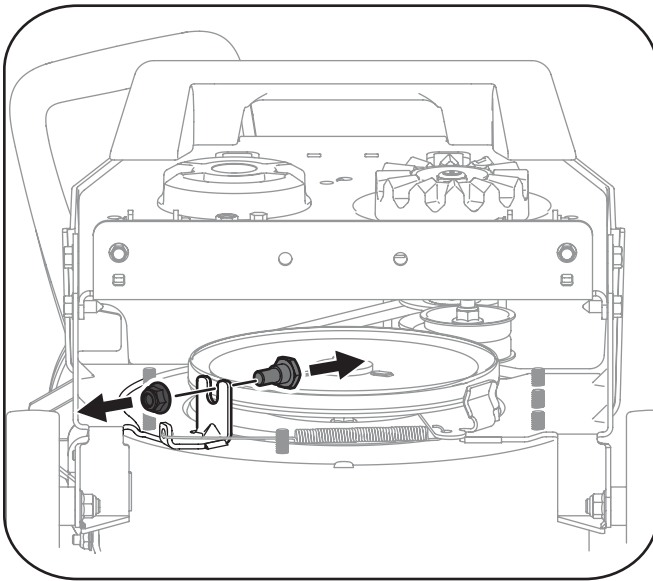

Figura 7-5
- Extraiga el perno de reborde y la tuerca de seguridad del guardacorrea y guárdelos para volver a colocarlos posteriormente. Consulte la Figura 7-5.